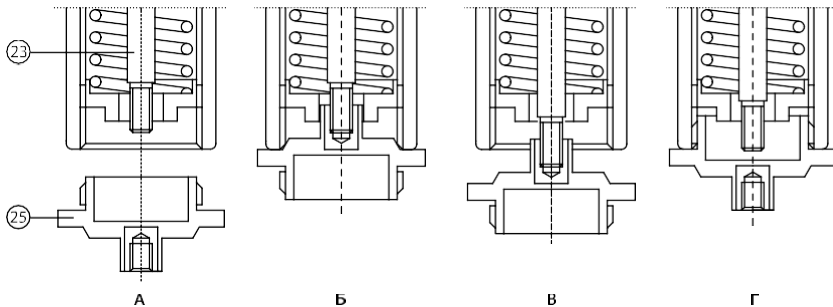

Рисунок 7. Скидання ЗЗК (тип 8500)
9.1.2.6 Якщо регулятор оснащений ЗЗК типу 8500 (див. рис. 7)
- 1) Зняти кришку (25), відкрутивши її (див. рис. 7А);
- 2) Нагвинтити її зворотною стороною на шток (23) до тих пір поки вона не стикнеться з корпусом (див. Рис. 7Б);
- 4) Вийміть кришку (25): ця операція підтверджує скидання (див. рис. 7В);
- 5) Закрутіть кришку (25) на колишнє місце (див. рис. 7Г) і відкрийте кран (11).